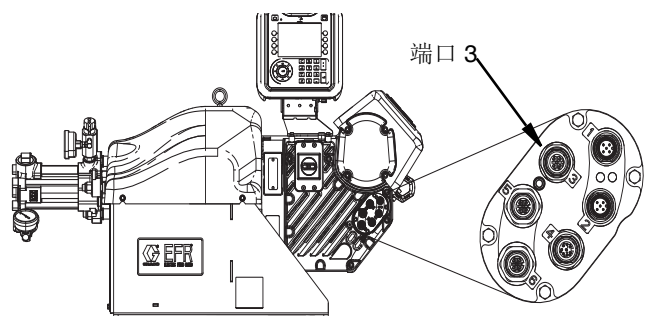

图 7
4. 从 EFR 驱动程序上的端口 3 断开连接器。参见图 7（第 15 页）。